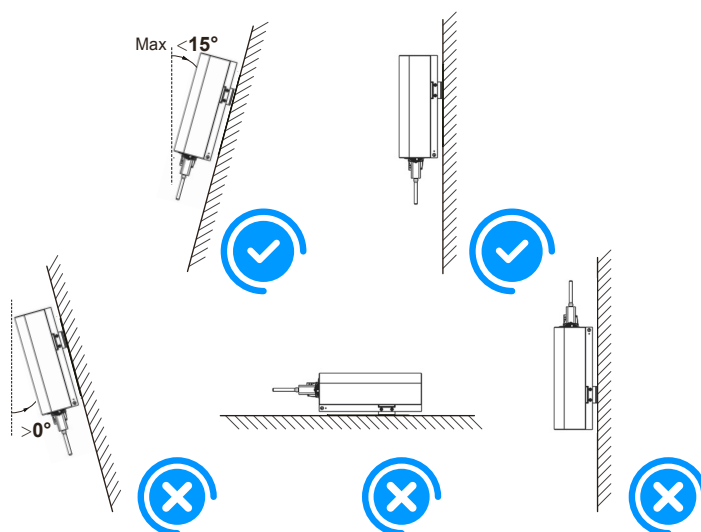

Figura 4.2 Ângulo de Instalação
- Instale verticalmente com uma inclinação máxima de 15°. Se o inversor montado for inclinado em um ângulo maior do que o máximo observado, a dissipação de calor pode ser inibida e pode resultar em saída de potência menor do que a esperada. Veja a figura 4.2 para mais detalhes.